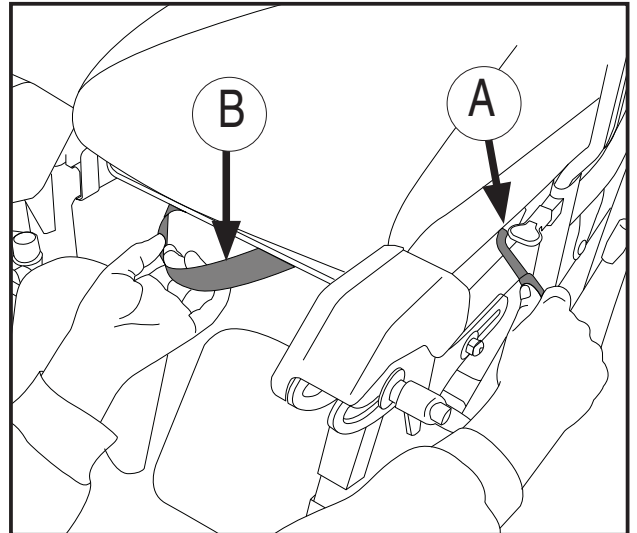

Abbildung 12
Verschiebbarer Sitz *Abbildung 12*
- Verwenden Sie den verschiebbaren Sitz, um den Nutzer im Stuhl möglichst weit nach vorn zu bewegen (siehe Abbildung 12, Seite 9)